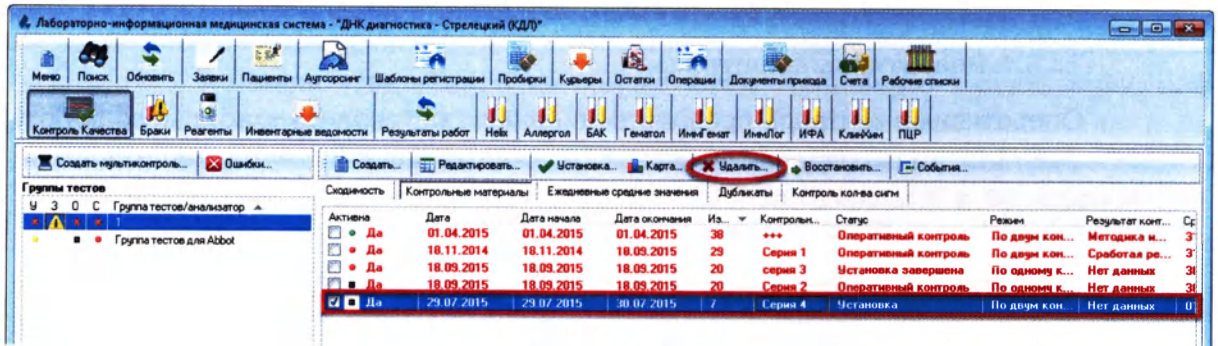

Рисунок 12.51
1. В журнале «Контрольные материалы» отметьте флагом необходимые серии и нажмите кнопку «Удалить» (Рисунок 12.51):